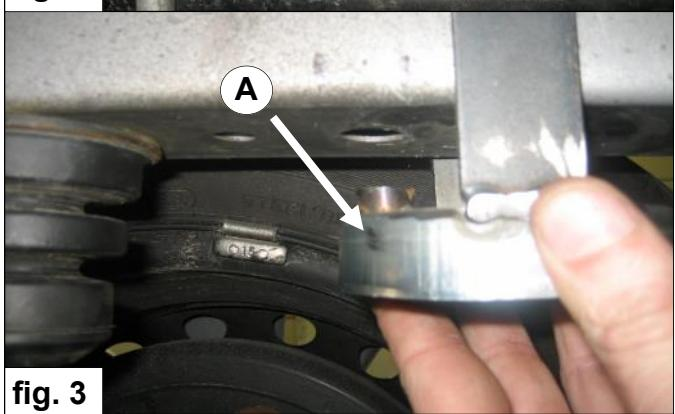

fig. 3
3. Placez la coupelle supérieure **A** autour du longeron du châssis. Veillez à ce que la goupille se loge dans le trou du longeron. **Fig. 3**